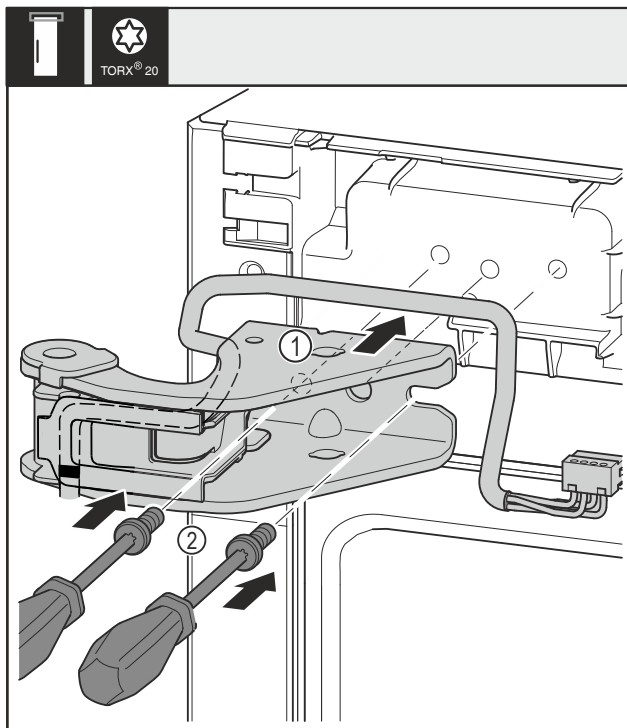

Fig. 35
- Pielieciet augšējo gultņa balstu Fig. 35 (1).
- Ievietojiet skrūves Fig. 35 (2) ar skrūvgriezi un pieskrūvējiet.